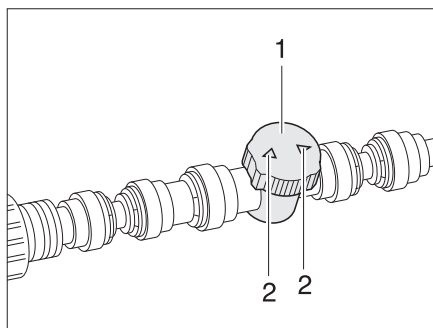

Fig. 121 Regulador de calentamiento del piso
- Ajustar el regulador (Fig. 121,1) en el rendimiento de paso deseado (paso máx. = flechas (Fig. 121,2) en la misma dirección que la tubería).
- Girar el regulador (Fig. 121,1) de tal manera que las flechas (Fig. 121,2) queden en posición transversal a la tubería de calefacción.